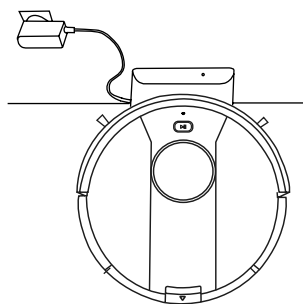

Figura 1
- Posizionamento del robot sulla base di caricamento (Figura 1)